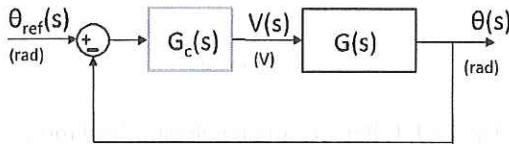

Figura 1.4. Sistema de control de posición
4. Se incluye $G(s)$ en un sistema de control tal como se muestra en la Figura 1.4: